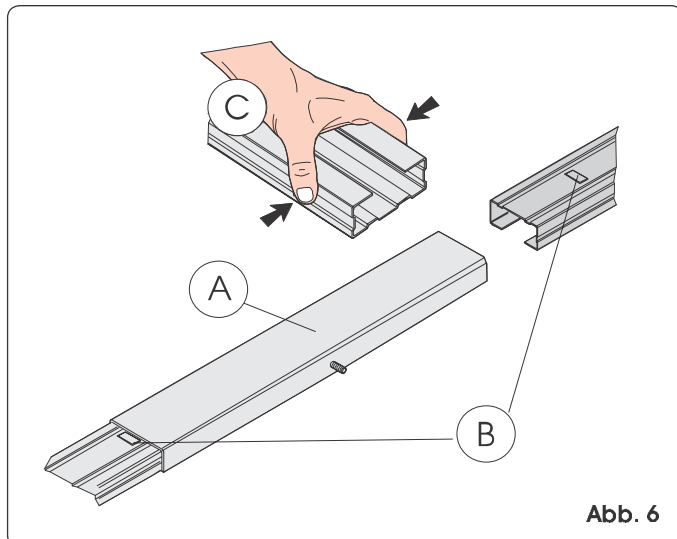

Abb. 6
- 1) Die beiden Teile der Gleitführung zusammenbauen und hierfür die mittlere Verbindung (Abb. 6 Bez. A) bis zum Anschlag der Bezugsmarkierungen aus Metall einführen (Abb. 6 Bez. B). Zur Erleichterung des Einsatzes der Gleitführung wird empfohlen, diese in die mittlere Verbindung einzusetzen und laut Angaben in Abb. 6, Bez. C, zusammenzudrücken. Keine Werkzeuge verwenden, die die Führung oder die Verbindung